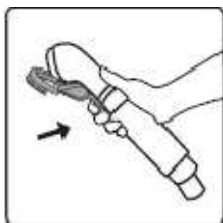

fig.24
1. Presione en el asa para abrir la pinza para arrugas. (fig.24)